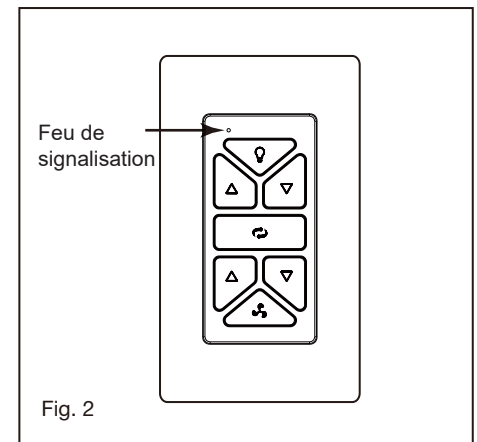

Fig. 2
- 3 Fixez la plaque d'adaptation au moteur du ventilateur à l'aide des 3 vis fournies. (Fig. 2)
- 8 Tout en gardant le module DEL sous le ventilateur, n'effectuez pas les branchements électriques. (Fig. 2)
- 9 Placez le couvercle inférieur contre le ventilateur et tournez-le dans le sens des aiguilles d'une montre jusqu'à ce qu'il soit bien ajusté ; NE SERREZ PAS TROP FORT. (Fig. 2)
- 2 Placez le berceau A dans la plaque murale. (Fig. 2)
- 6 Feu de signalisation (Fig. 2)